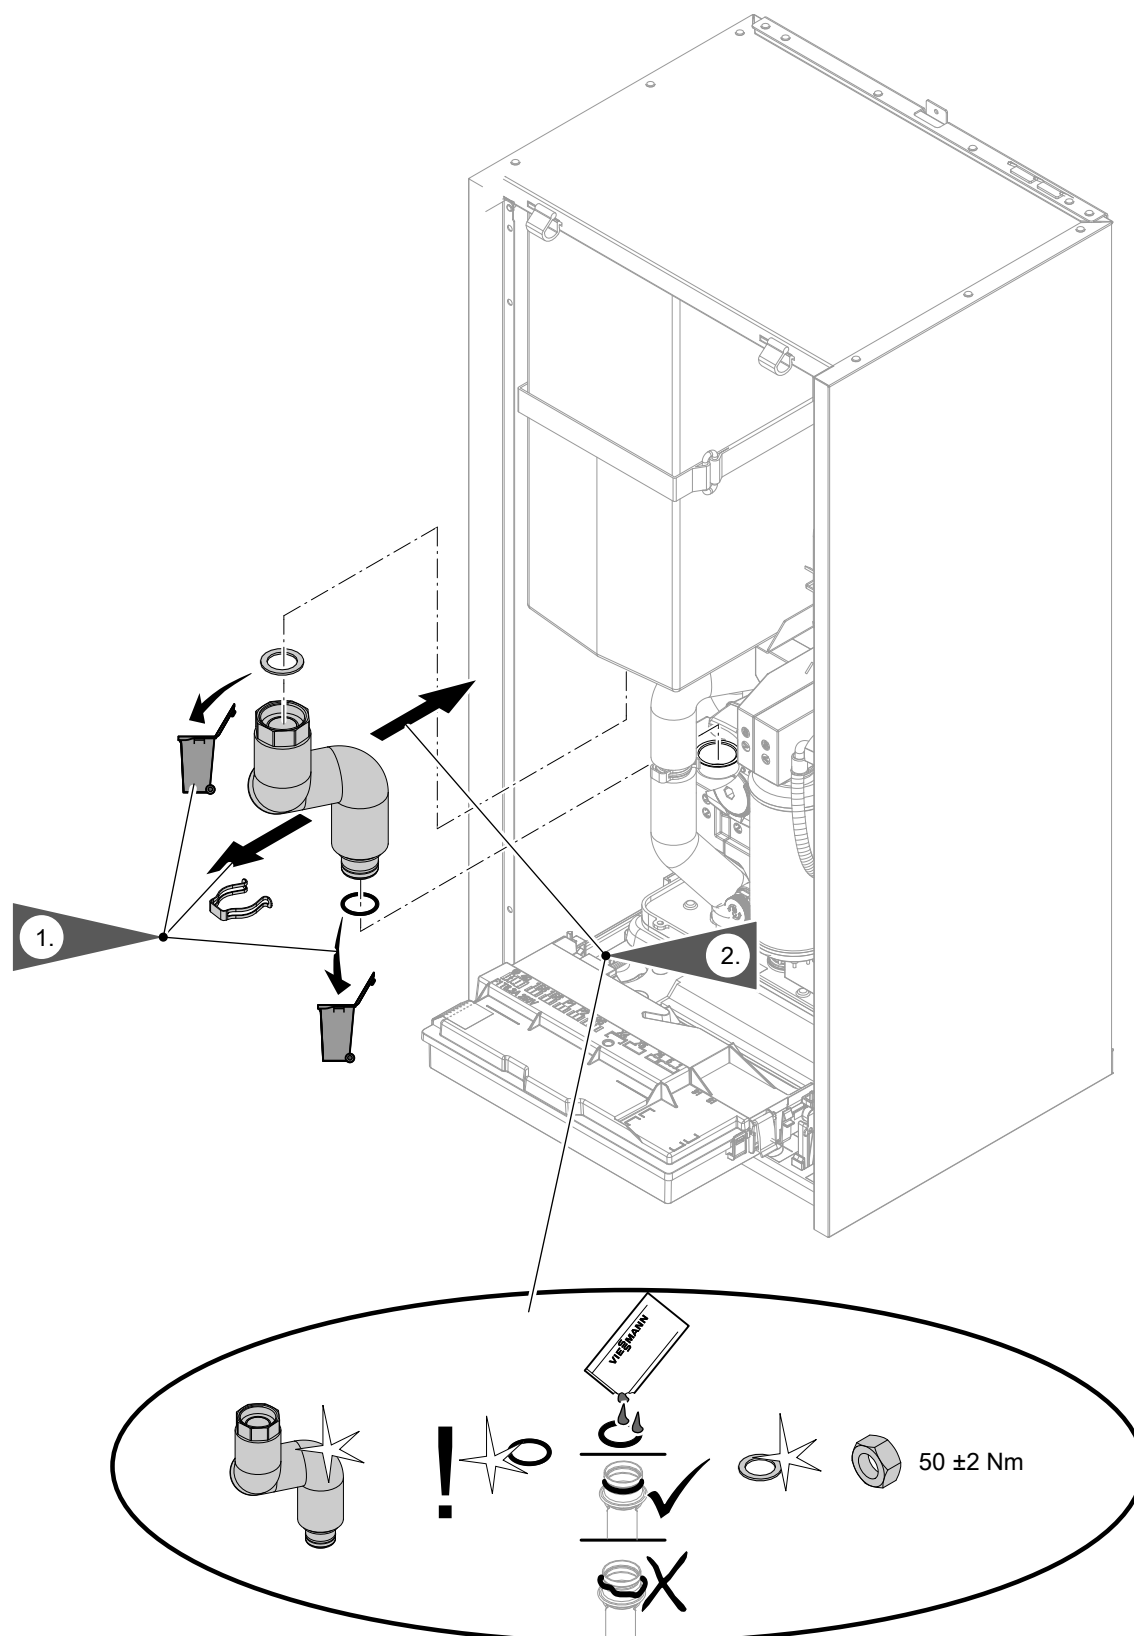
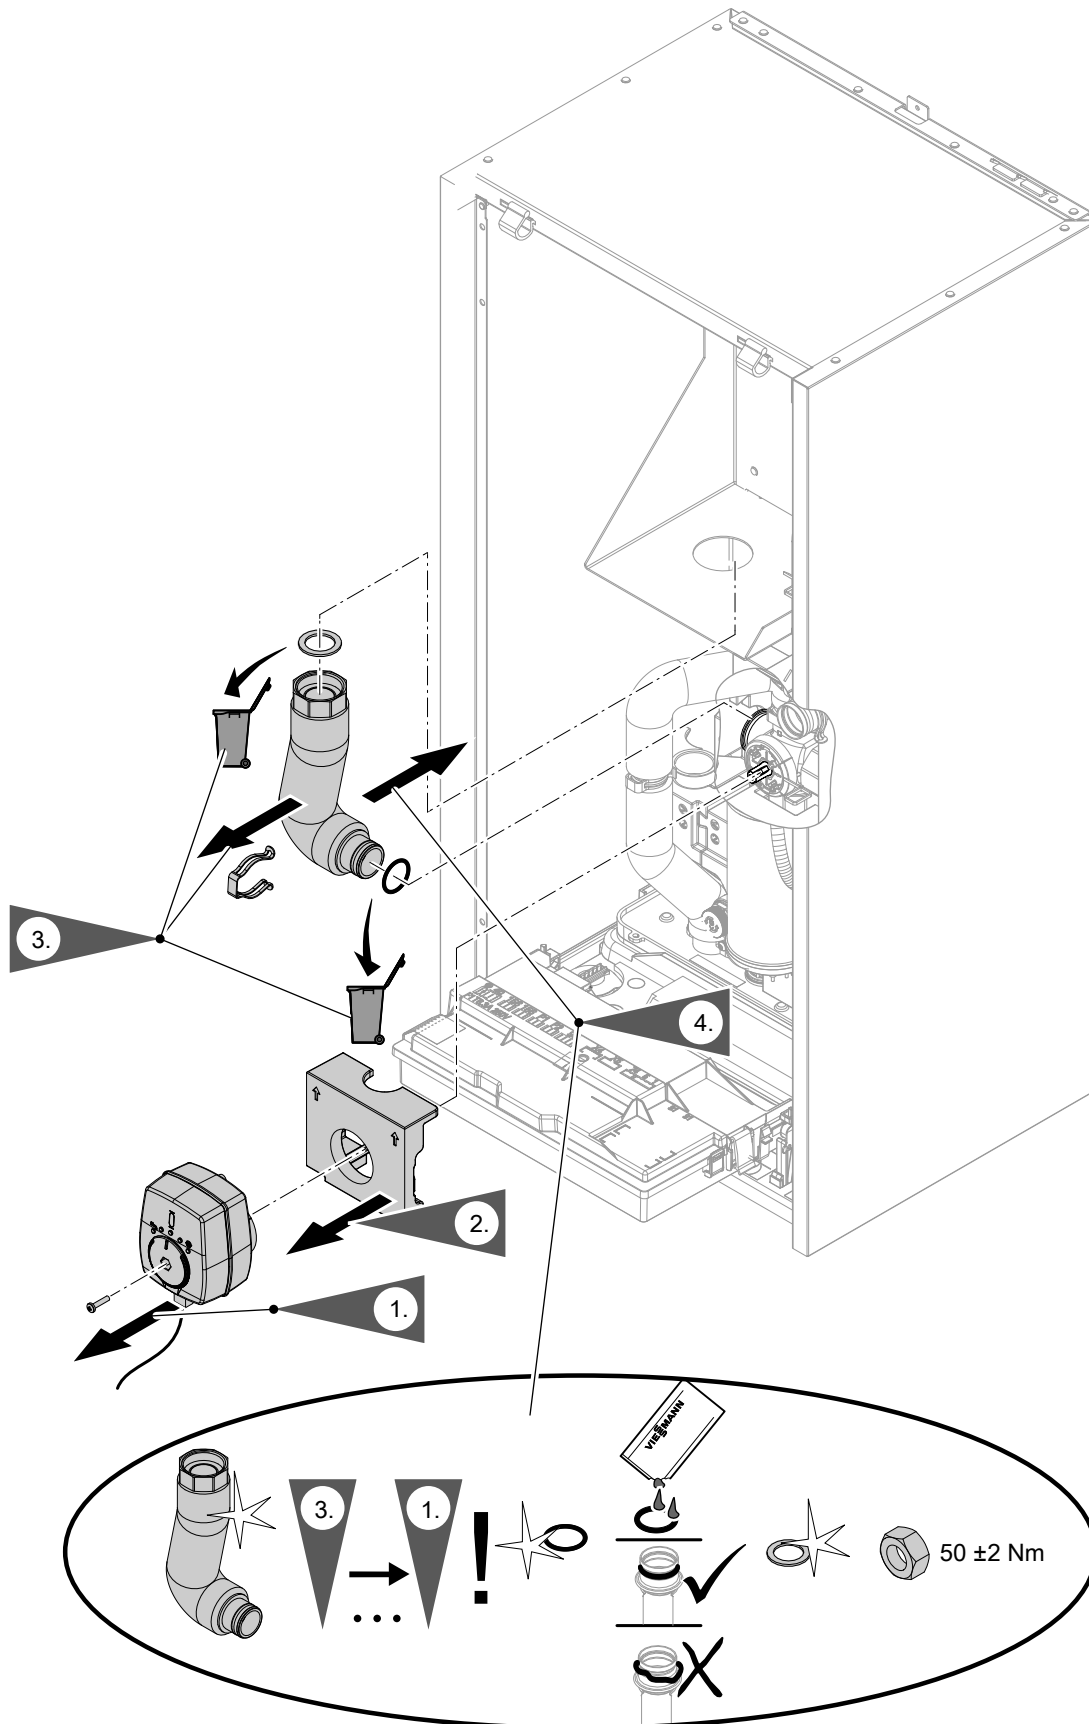

Fig. 83
Fig. 84
- Hydraulic lines: See Fig. 83 to Fig. 84.